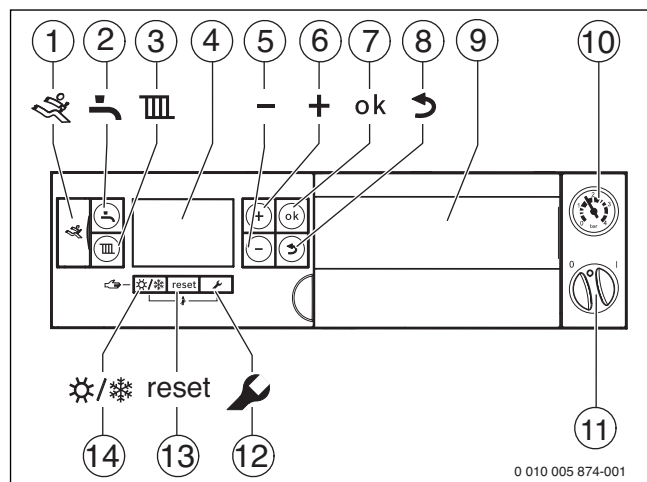

Bild 5 Panel med locket för kontrollpanelen öppet
- Reglercentral installerad i produkten för utetemperaturstyrd reglering (→ fig. 5).